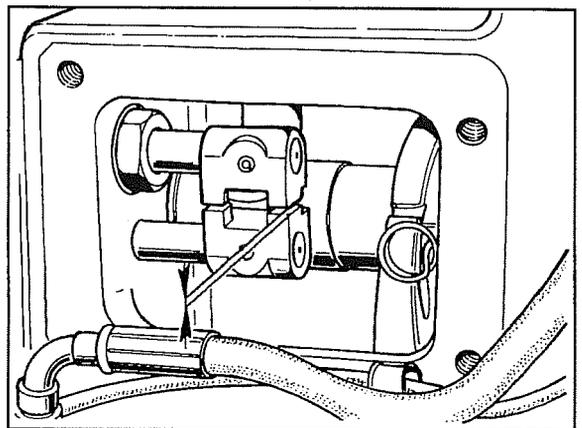

Fig. 6
- Avant de les bloquer définitivement il faut vérifier le parallélisme des manchons comme illustré dans la fig. 6.